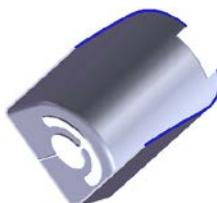
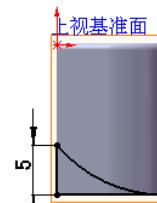

图 4.22 切除一拉伸 4
图 4.23 横断面草图
Step7. 创建图 4.22 所示的切除一拉伸 4。选择下拉菜单 **插入(I)** → **切除(C)** → **拉伸(E)...** 命令；选取上视基准面作为草图平面，绘制图 4.23 所示的横断面草图；在**方向1**区域的下拉列表中选择**完全贯穿**选项，取消选中**正交切除(N)**复选框；选中**方向2**复选框，其他采用系统默认设置值。